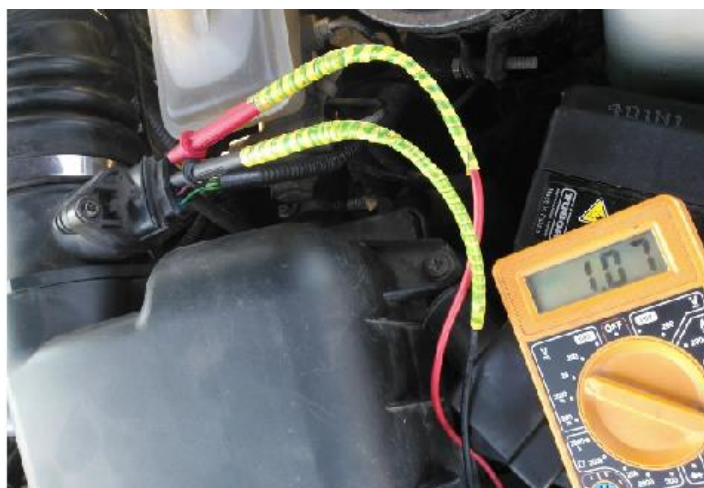

Рис. 12. Подключение мультиметра при проверке ДМРВ.
- не включая стартер двигателя снять показания прибора они должны варьироваться в пределах 0.98В...1.03В (рис. 12),